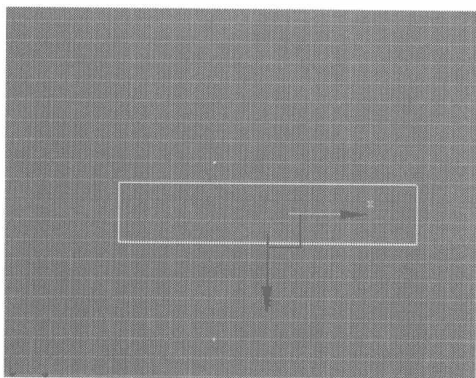
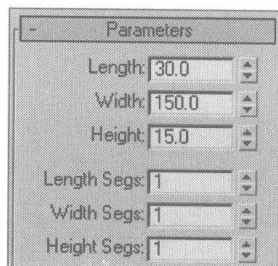

图 6.380
图 6.381
- 16** 在 Create 控制面板中单击 **Box** 按钮，在 Top 视图中建立一个 Box，如图 6.380 所示，在 Modify 控制面板中的 Parameters 卷展栏中设置 Box 的参数，如图 6.381 所示。